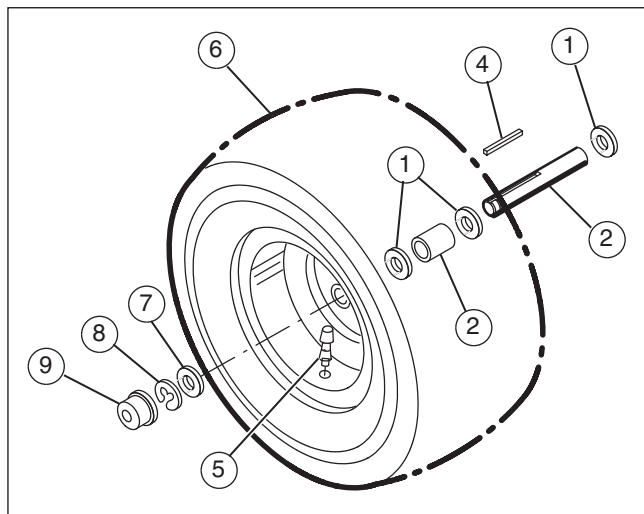

Abbildung 37
1. Muttern (1) und Distanzscheiben (2) auf der Achse (3) anbringen (siehe **Abbildung 37**).
2. Den quadratischen Keil (4) in die Keilnut einlegen.